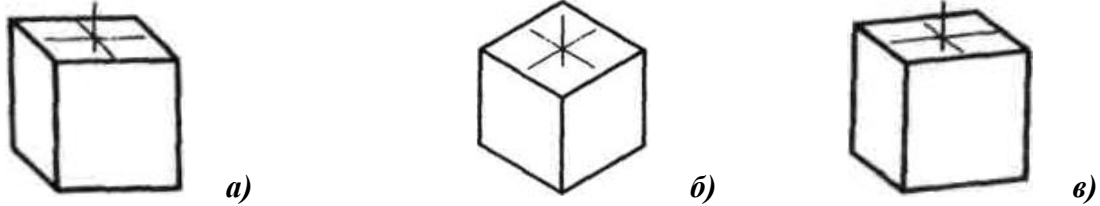

Рисунок 1- Различные виды аксонометрических проекций
- из косоугольных — **фронтальную диметрическую** (рис.1, а),